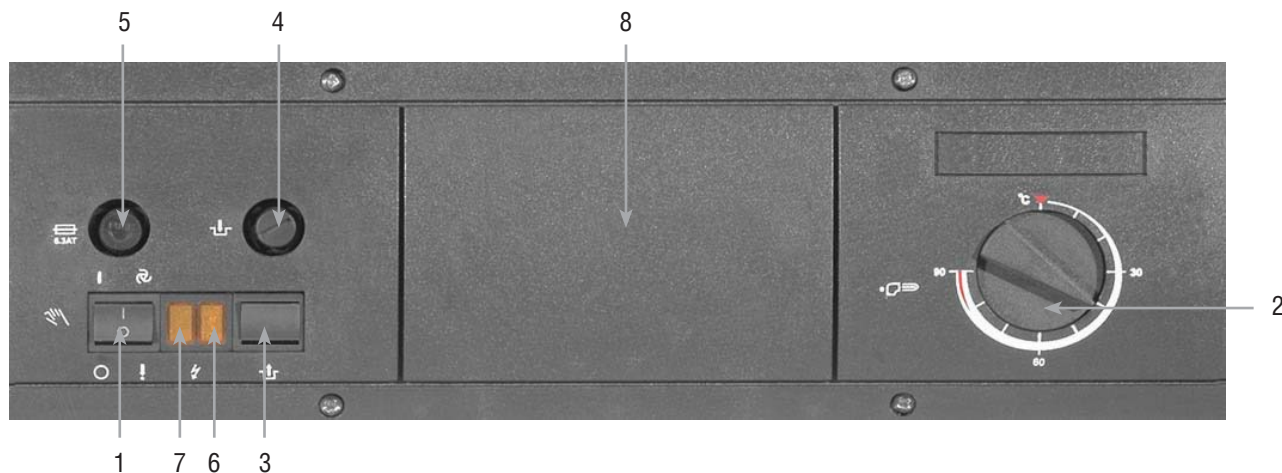

Рис. 6
На панели управления открутите защитный колпачок термостата (поз.6, рис.6)
- главный выключатель переведен в положение «вкл» (поз.1, рис.6);
- термостат котла выставлен на необходимую температуру (поз.2, рис.6);
- термостат безопасности (поз.4, рис.6) сработал от перегрева, для чего последовательно сделайте следующее: